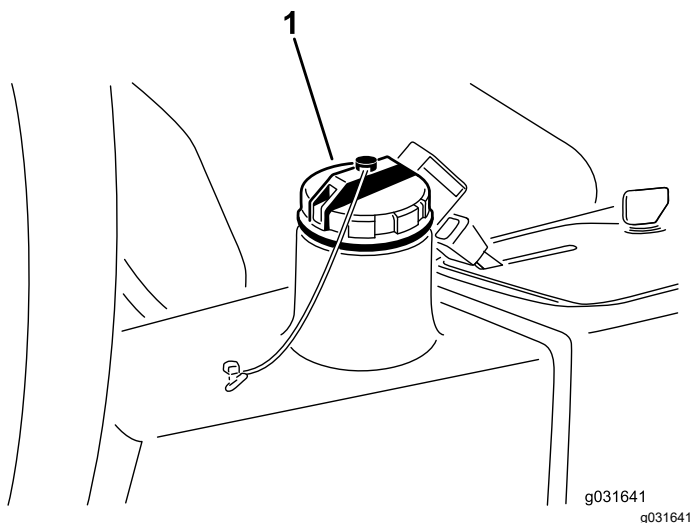

Bild 64
- Füllen Sie den Behälter (Bild 64) mit ca. 13.2 Liter Hydrauliköl, siehe Prüfen der Hydraulikanlage (Seite 56).